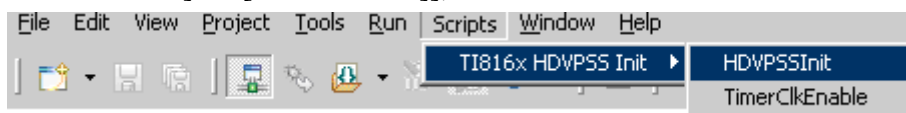

图 1-2-21
2. 连接 Cortex-A8 核，等待连接完成后选择工具栏[Scripts] → [TI816x HDVPSS Init] → [HDVPSSInit]，运行该脚本，如图 1-2-21 所示：
3. 连接 CortexM3_ISS 核, 选择工具栏[Scripts] → [UniCacheEnableDisable] → [Ducati_Cache_Enable],运行该脚本如图 1-2-21 所示: